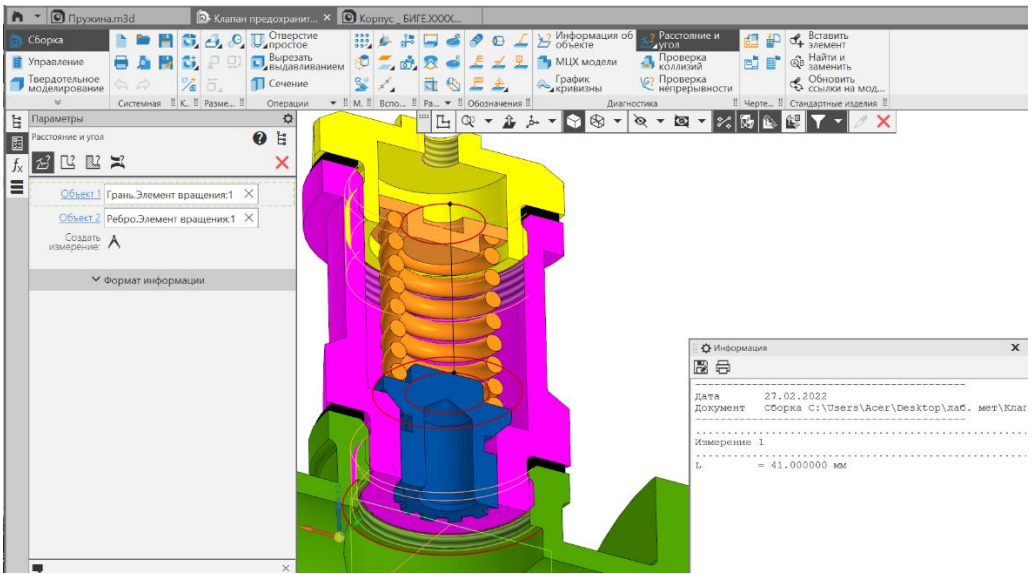

Рис. 31 Проверка длины пружины в сжатом состоянии
- **Сборка – Диагностика – Расстояние и угол.** Проверить расстояние от фланца Клапана до флца Тарели (рис. 31).